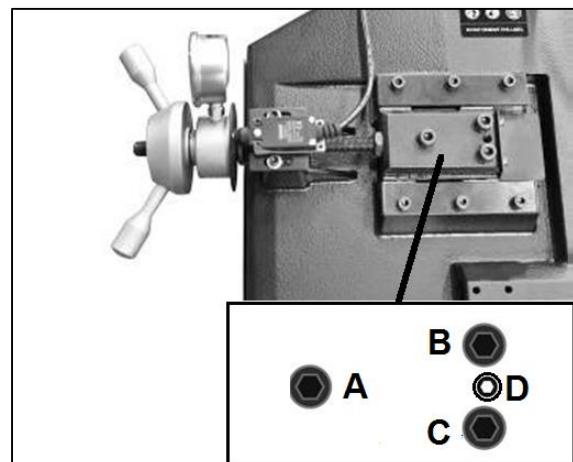

Figure 8-5 : Réglage d'alignement de la lame
- Desserrez les vis hexagonales (A, B, C, Fig 8-5)